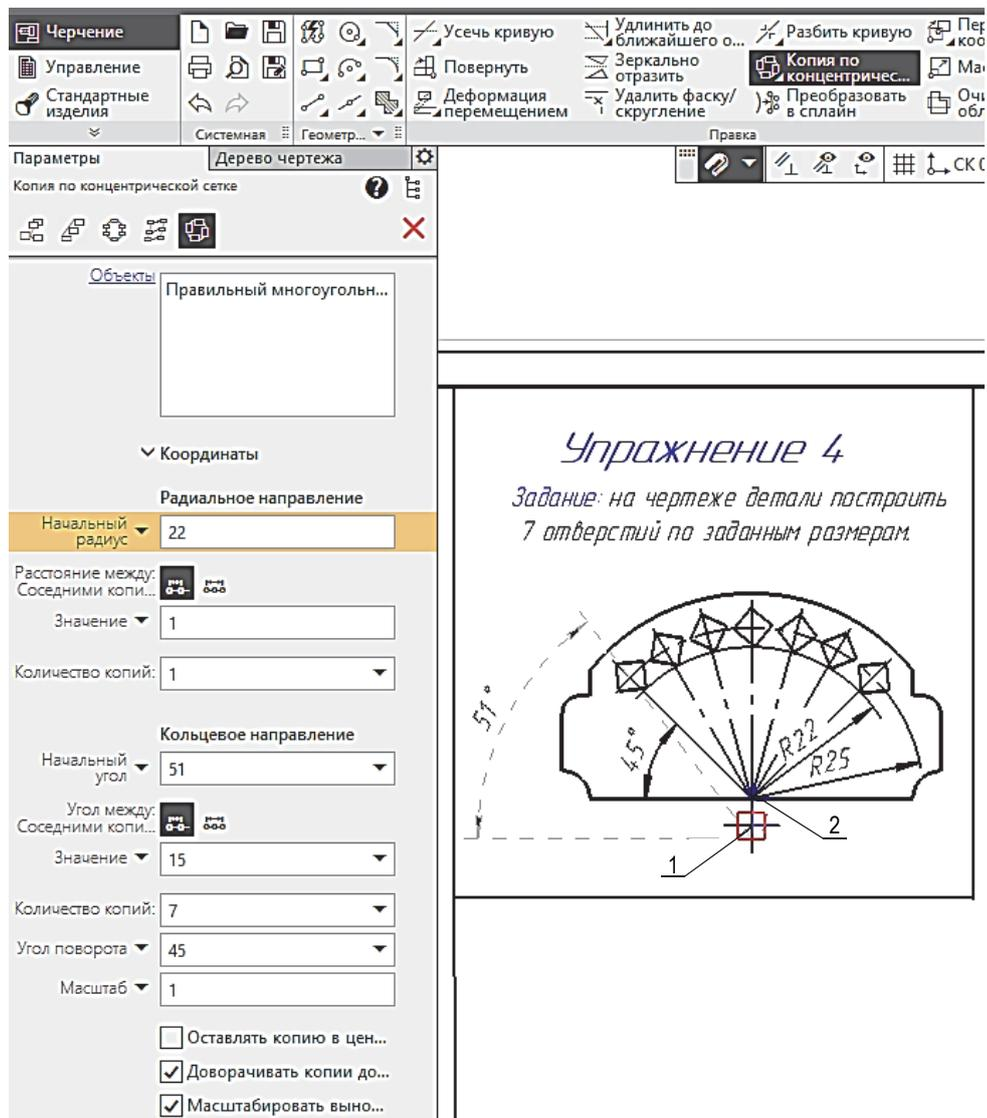

Рис. 2.4-3
5. Настройка нужных параметров производится на **Панели параметров** (рис. 2.4-3).
Настройку остальных параметров выполнить в соответствии с рис. 2.4-3.